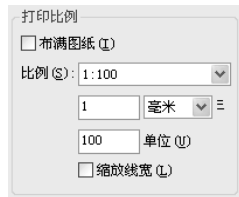

图 12-30 直接设置比例
- 在打印设置或页面设置的“打印比例”区域直接设置比例,如图 12-30 所示。